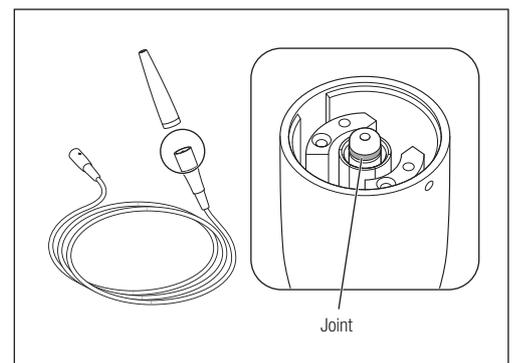

Fig. 44
2) Retirez le joint à remplacer à l'aide d'une aiguille, etc. (Fig. 44).